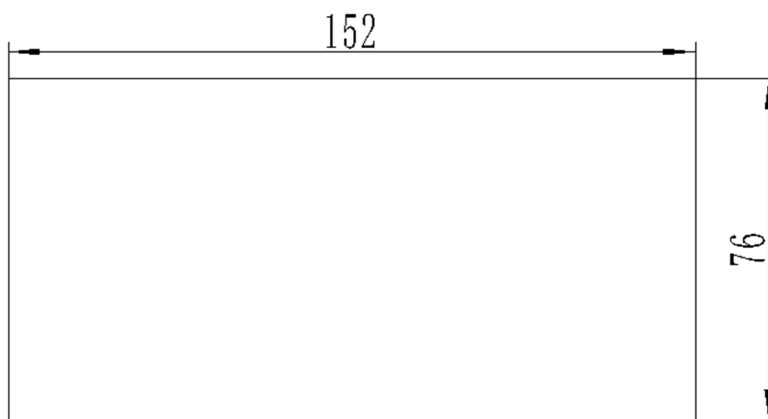

图 2 开孔尺寸
13. 开孔尺寸（mm）：152（长）X 76（宽），见图 2。